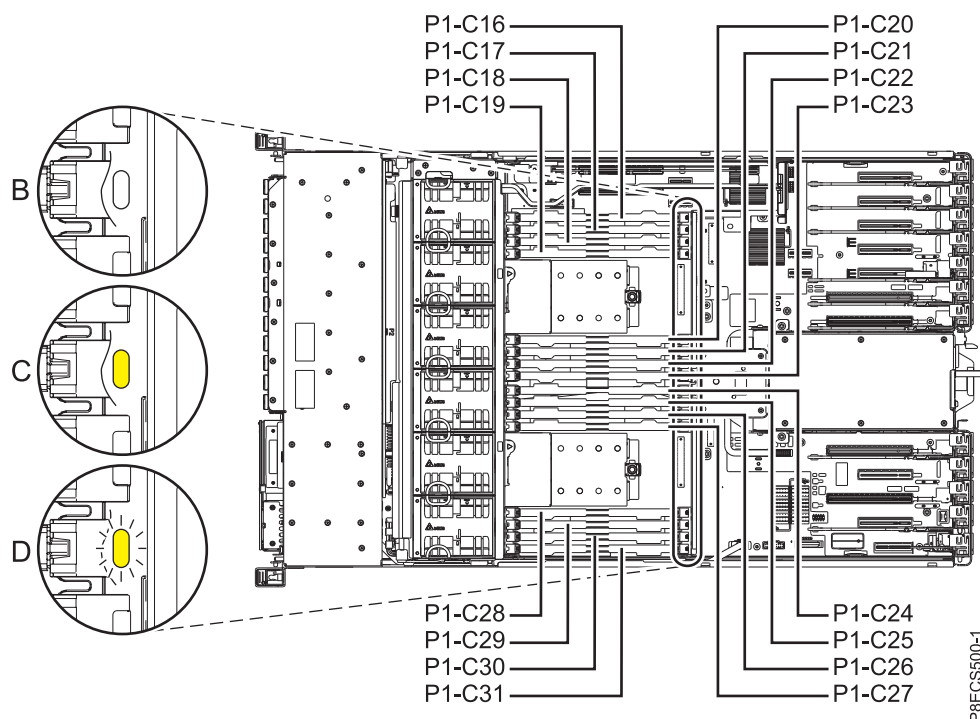

Figura 9. LEDs de um módulo de memória em funcionamento ou avariado
- f. Verificar que o LED âmbar do módulo de memória substituído está **Desligado (Off)**, como é apresentado em (B) na Figura 9.